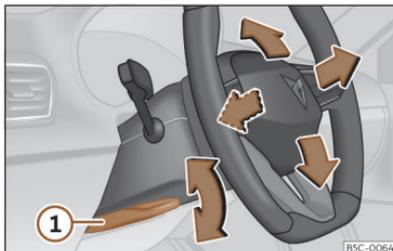

Abb. 86 Hebel auf der linken unteren Seite der Lenksäule.
- Hebel >>> (Abb. 86) ① nach unten schwenken, Lenkrad in die gewünschte Position bringen und Hebel wieder bis zum Schließpunkt nach oben drücken.
- Den Hebel >>> (Abb. 86) ① nach dem Einstellen immer fest nach oben schwenken, damit das Lenkrad während der Fahrt nicht unbeabsichtigt seine Position verändert.